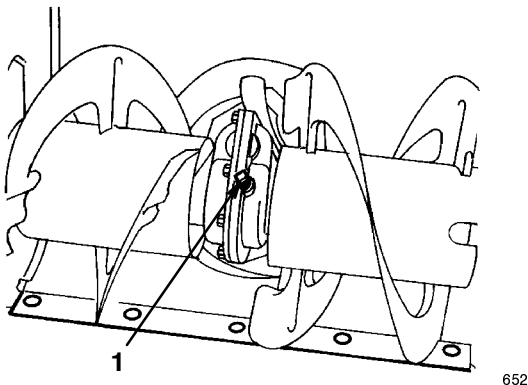

Figure 24
3. Nettoyez la surface autour de l'obturateur du tuyau pour éliminer les impuretés (Fig. 24).
4. Retirez l'obturateur de tuyau de la boîte d'engrenages (Fig. 24).